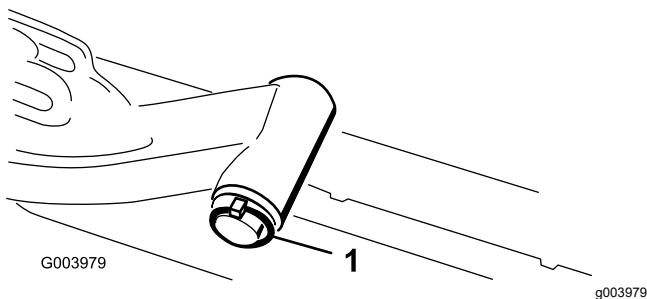

Figure 11
- A. Retirez la goupille à anneau et la rondelle qui fixent l'axe de pivot du bras de levage au bras de levage, et sortez l'axe de pivot du bras (Figure 11).
- C. Insérez l'axe du bras de levage dans le bras et fixez-le à l'aide de la rondelle et de la goupille à anneau (Figure 11).